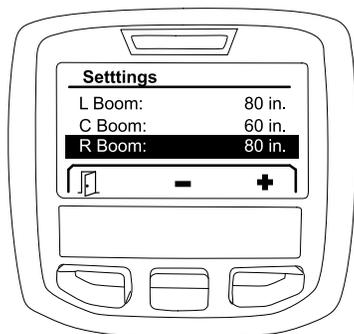

Рисунок 16
- Используйте среднюю или правую кнопку выбора для увеличения или уменьшения ширины выбранной секции опрыскивателя (Рисунок 16).